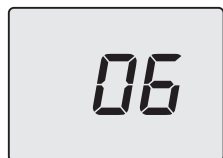

Figura 5.82
- Scorrere i vari parametri utilizzando i tasti 12 (indietro) o 14 (avanti) fino a far apparire sul display LCD le lettere **P10** che si alternano con il valore del parametro (Figura 5.82).